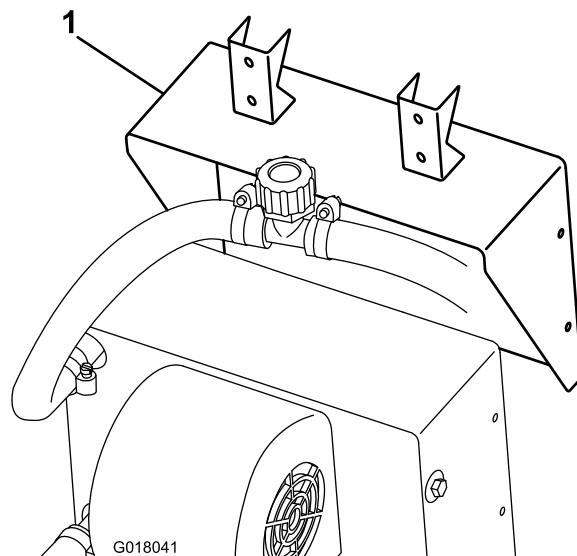

図 15
2. ヒーターに付属しているねじを使って、ヒーターブラケットをヒーターに取り付ける図 15。